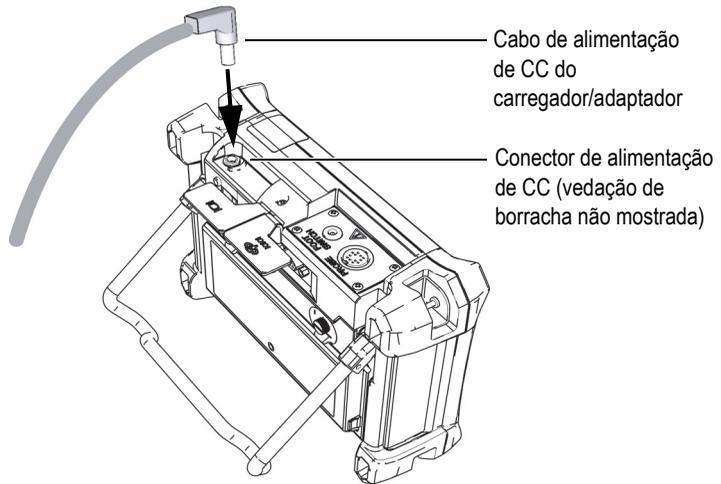

Figura 1-9 Conexão do plugue de alimentação de CC
3. Conecte o cabo de alimentação de CC de saída do carregador/adaptador ao conector de alimentação de CC no topo do Magna-Mike 8600 (ver a Figura 1-9 na página 33).